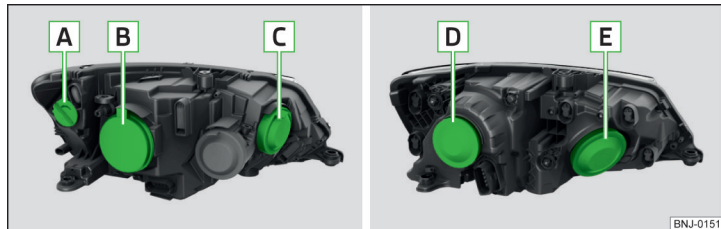

Fig. 205 Faruri cu halogen/Proiectoare cu halogen
Dispunerea becurilor cu incandescență » fig. 205
- Scoateți capacul de protecție [B] » fig. 205 la pagina 171.
- Așezați capacul de protecție [B] » fig. 205 la pagina 171.
- Scoateți capacul de protecție **C** » fig. 205 la pagina 171.
- Introduceți capacul de protecție **C** » fig. 205 la pagina 171.
➤ Scoateți capacul de protecție **B** » fig. 205 la pagina 171.
➤ Așezați capacul de protecție **B** » fig. 205 la pagina 171.
- Scoateți capacul de protecție **[D]** » fig. 205 la pagina 171.